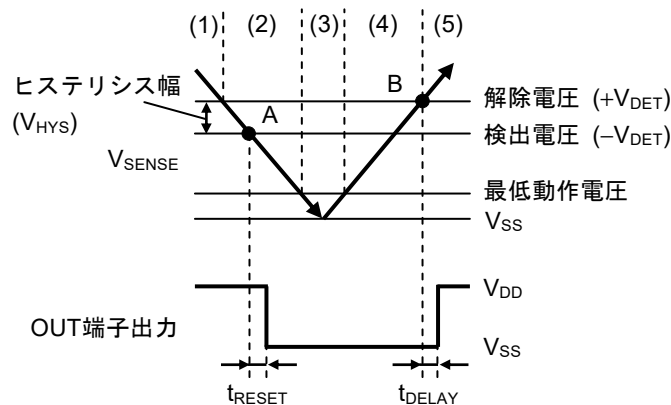

図33 S-19110シリーズNタイプのタイミングチャート
ヒステリシス幅とは、検出電圧と解除電圧との電圧差 (図25、図27、図33、図35におけるB点の電圧 - A点の電圧 = V_{HYS}) を表しています。検出電圧と解除電圧との間にヒステリシス幅をもたせることにより、入力電圧にノイズ等が乗るときに生じる誤動作を防止できます。
V_{SENSE}が-V_{DET} (図33のA点) 以下になると出力段のNchトランジスタはオンになり、検出遅延時間 (t_{RESET}) が経過した後、OUT端子からV_{SS}が出力 ("L" が出力) されます。
- (3) V_{SENSE}がさらに低下し、ICの最低動作電圧以下になっても、V_{DD}が最低動作電圧以上であれば、OUT端子出力は不定になりません。
- (4) V_{SENSE}が-V_{DET}を越えても+V_{DET}未満の場合、V_{SS}が出力されます。
- (5) さらにV_{SENSE}を上昇させ+V_{DET} (図33のB点) 以上になるとNchトランジスタはオフになり、出力がプルアップされている場合、解除遅延時間 (t_{DELAY}) が経過した後、OUT端子からV_{DD}が出力されます。